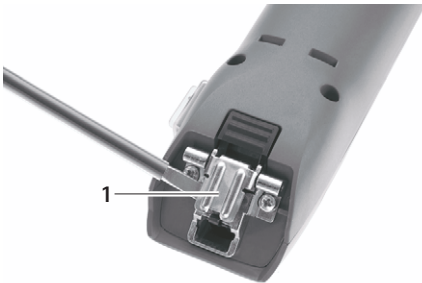

Fig. 1
- Con la cerniera delle lame chiusa: Aprire la cerniera delle lame 1 con il cacciavite, vedere Fig. 1.